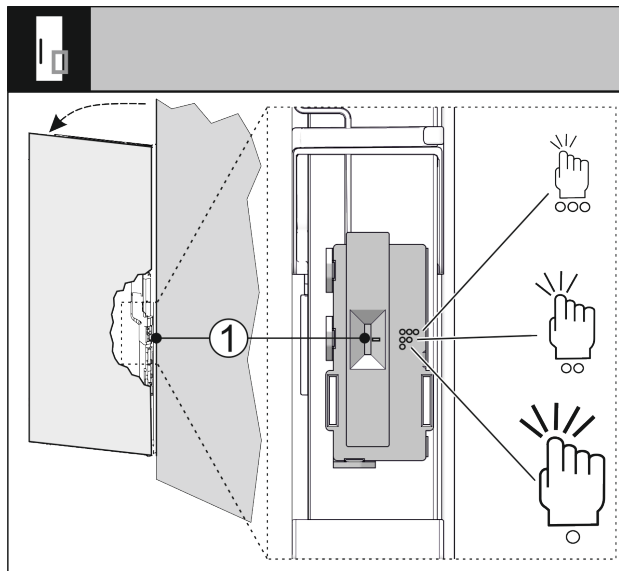

Fig. 71
Citlivosť snímača klopania môžete nastaviť pomocou spínača Fig. 71 (1). Spínač je na strane závesu v spodnej tretine dverí.
► Posuňte spínač Fig. 71 (1) do požadovanej polohy spínača.